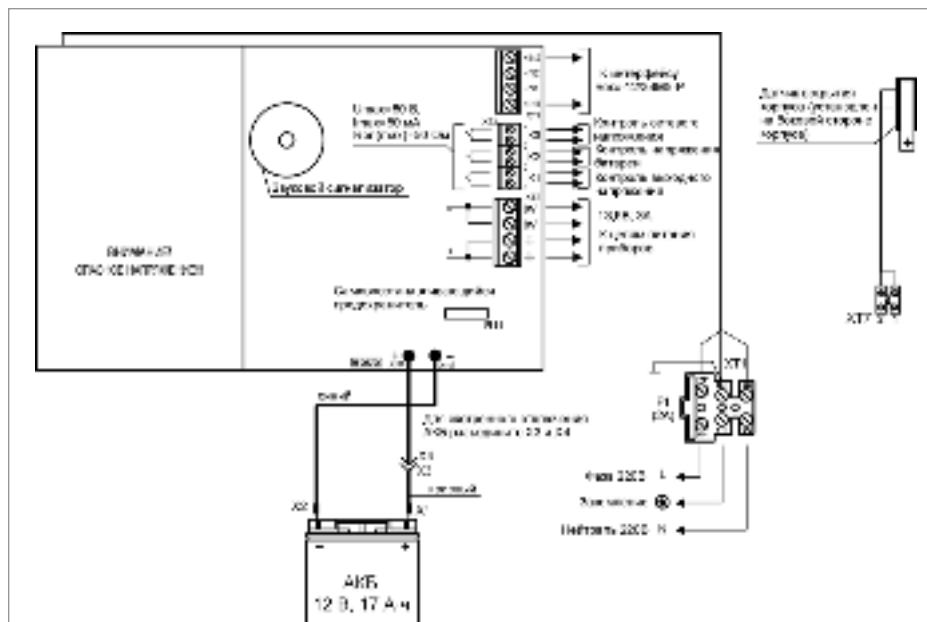

Рисунок 4. Схема подключения РИП-12 исп.15 (РИП-12-З/17М1-Р)
1.6. Схемы подключения РИП-12 исп.15 (РИП-12-3/17М1-Р) и РИП-12-3/17П1-Р (РИП-12 исп.15) приведены на рис. 4 и 5 соответственно.
- 1.13. Проверьте правильность произведённого монтажа в соответствии со схемой подключения (рис. 4 и 5).
- 2.10. Отключите аккумуляторную батарею от платы РИП, отсоединив контакты X1, X2 от клемм АКБ (см. рис. 4 и 5).